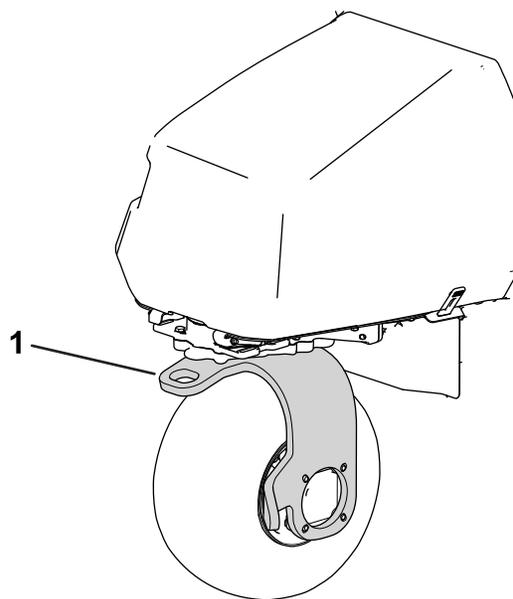

Рисунок 31
11. Используйте вилку заднего поворотного колеса для буксировки машины (Рисунок 31).